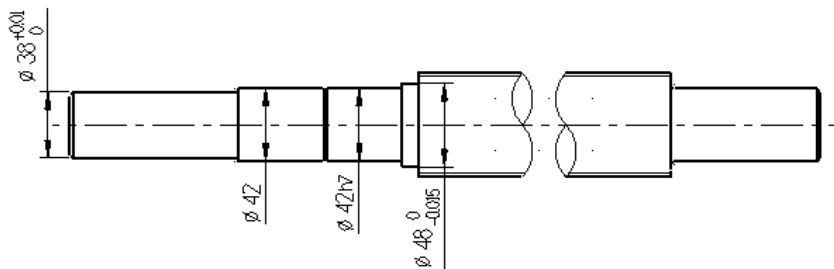

图 4.1.93 标注尺寸
Step6. 标注图 4.1.93 所示的尺寸。
(2) 设置标注参数。在“尺寸标注”工具栏中单击按钮使其处于按下状态，添加直径符号；单击按钮，系统弹出“自定义选项”对话框。在“自定义选项”对话框中单击选项卡，在公差区域的设置子区域的下拉列表中选择选项，然后在向上:文本框中输入值0，在向下:文本框中输入值-0.015。单击按钮退出“自定义选项”对话框。
(3) 放置尺寸。在图 4.1.93 所示的位置放置尺寸。